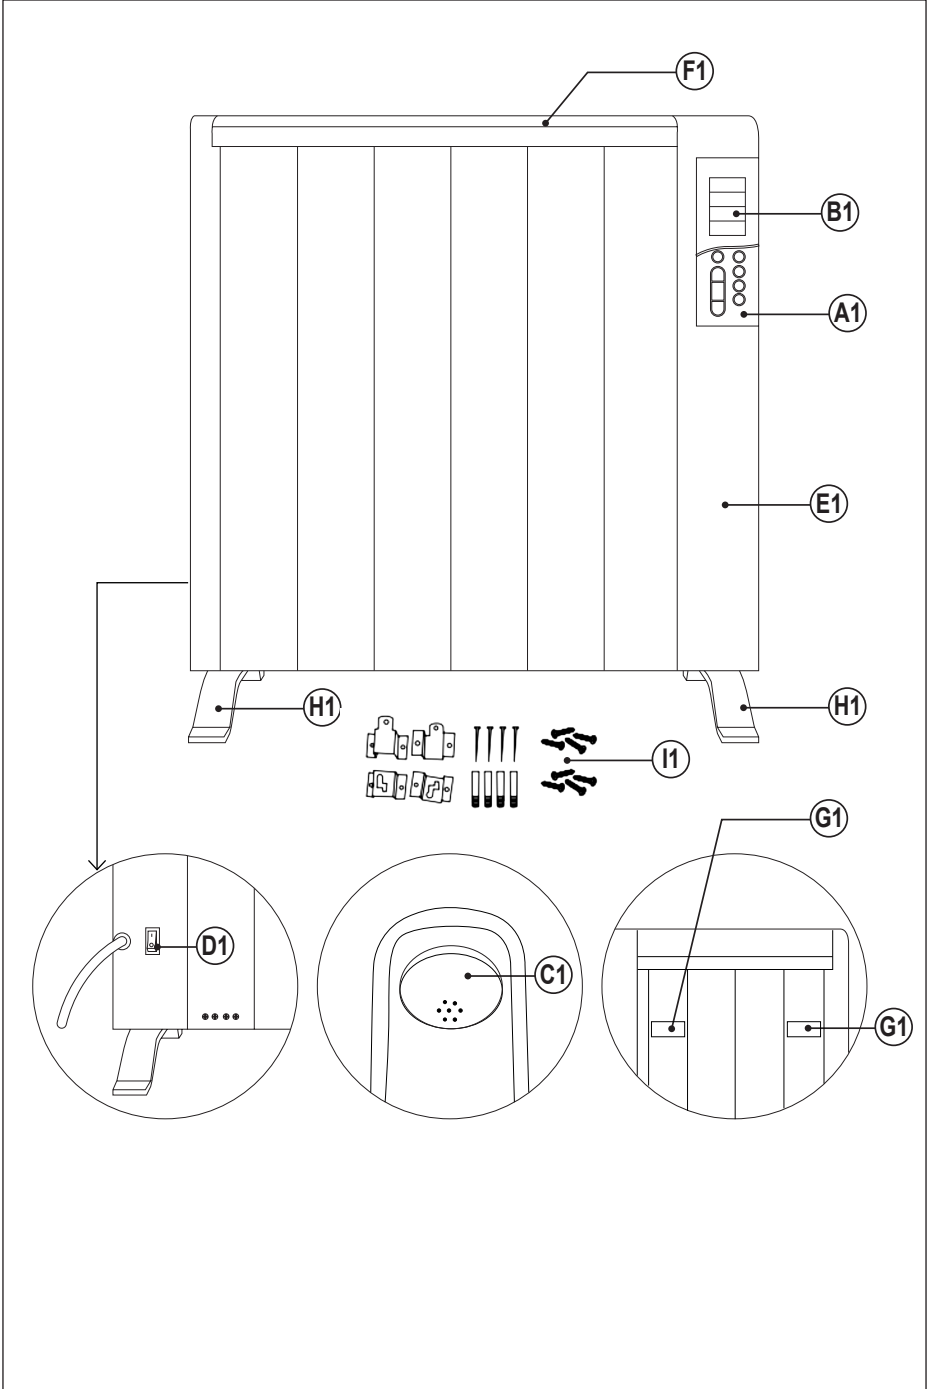

Fig.1
- Teniendo en cuenta las distancias de separación del aparato señaladas anteriormente, posicionar el soporte mural en la posición deseada y marcar en la pared los puntos a taladrar. (Fig.1,.2,3).